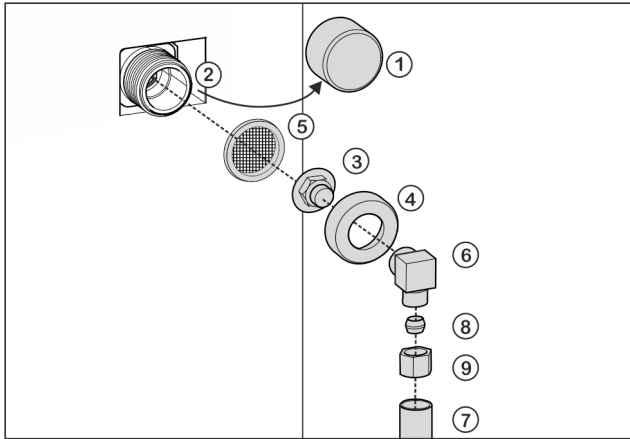

Fig. 25
- ▶ Kappe Fig. 25 (1) vom Magnetventil Fig. 25 (2) abziehen.
- ▶ Verbindungsstück Fig. 25 (3) in die Überwurfmutter Fig. 25 (4) einsetzen.
Unsachgemäßer Einbau des Wasserfilters Fig. 25 (5) !
- ▶ Wasserfilter Fig. 25 (5) mit der Vertiefung nach unten in Richtung Verbindungsstück Fig. 25 (3) einsetzen.
- ▶ Überwurfmutter Fig. 25 (4) an das Magnetventil Fig. 25 (2) anschließen und festziehen.
- ▶ Winkelstück Fig. 25 (6) anschrauben.
- ▶ Wasserleitung Fig. 25 (7) (z.B. Kupfer) mit Hilfe von Klemmring Fig. 25 (8) und Mutter Fig. 25 (9) am Winkelstück Fig. 25 (6) anschließen.
- ▶ Die Wasserleitung Fig. 25 (7) mit dem Rastbügel ggf. am Gehäuse fixieren.
- ▶ Winkelstück Fig. 25 (6) zur Seite legen.
- ▶ Wasserleitung Fig. 25 (7) (z.B. Kupfer) mit Hilfe von Klemmring Fig. 25 (8) und Mutter Fig. 25 (9) am Verbindungsstück Fig. 25 (3) anschließen.